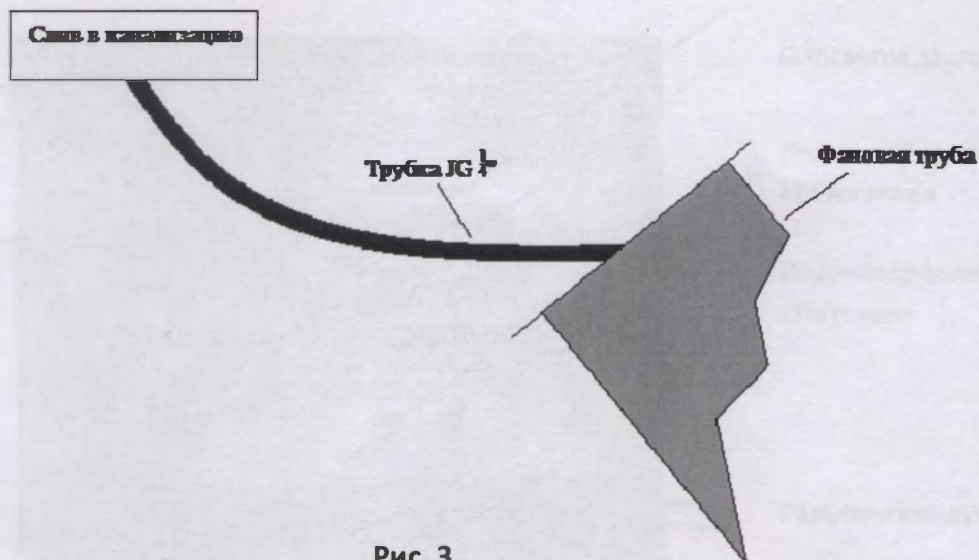

Рис. 3
- Подключить трубку JG ¼ " с надписью «Слив в канализацию» в канализационные стоки рис. 3.